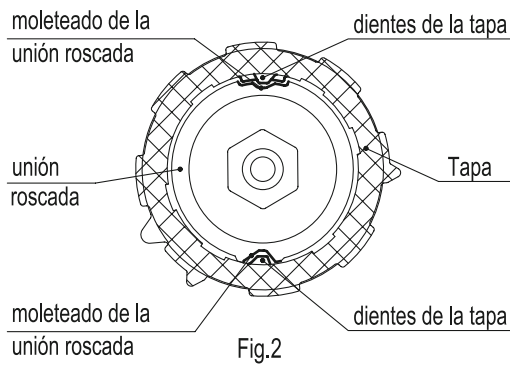

Fig.2
- 3) Montar la tapa en la unión roscada acoplando correctamente los dos diferentes dientes (diferentes en su forma) en el interior de la tapa, con las ranuras obtenidas en el collar superior de la unión roscada (fig. 2).